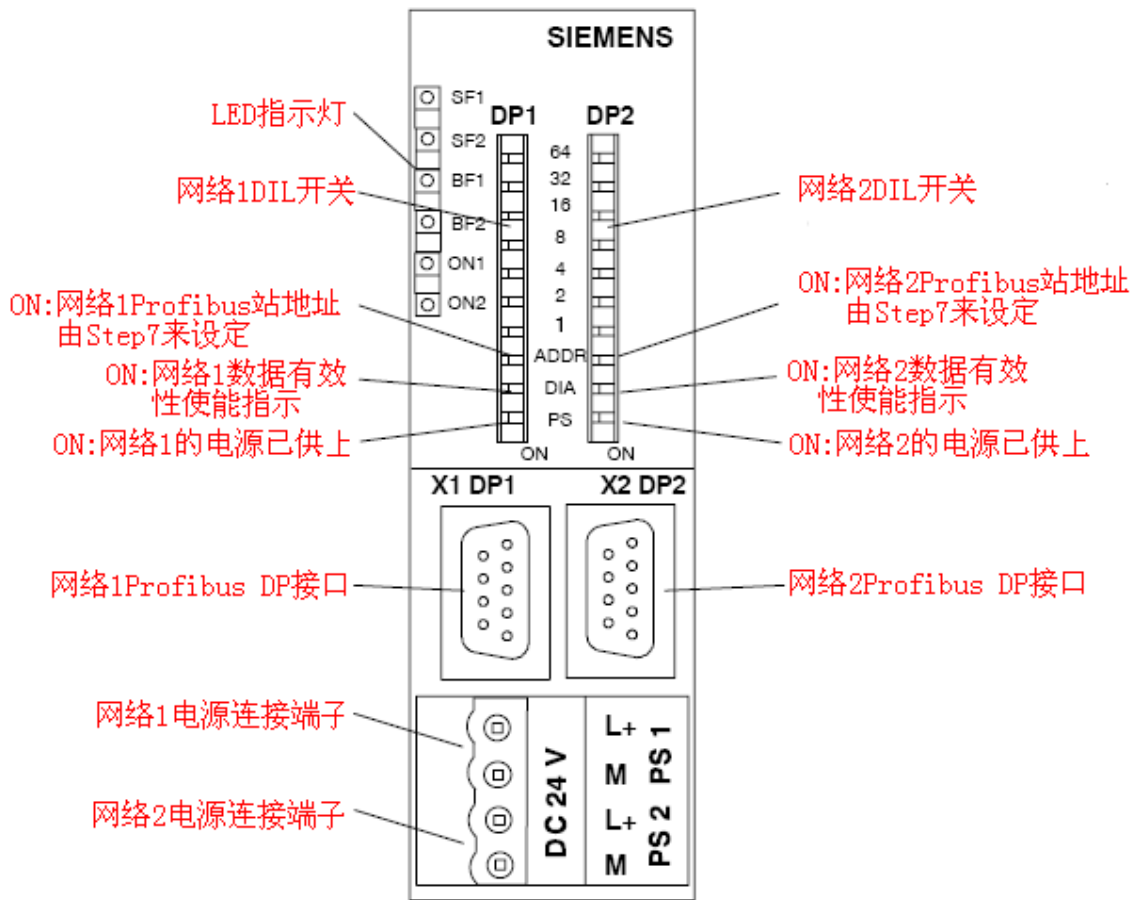

图 2-9 DP/DP Coupler 模块面板图
9) DP/DP Coupler 模块的介绍，如图 2-9。